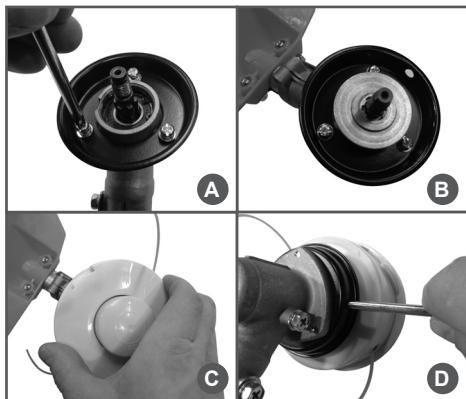

Рис. 5 Установка триммерной головки
2. Установите на редуктор защитную шайбу (Рис. 5В) и шайбу прижимную ножа.
3. Накрутите на вал редуктора триммерную головку (левая резьба) (Рис. 5С).
4. Совместите отверстие в защитной чашке редуктора и защитной шайбе редуктора. Установите в отверстие металлический стопор (Рис. 5Д) и затяните триммерную головку.